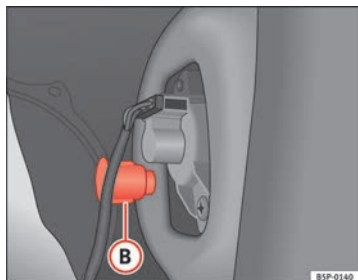

Fig. 197 Feu de position/feu stop
- Dévissez la pièce en plastique ⇒ fig. 197 **B** qui fixe le feu. Pour commencer à la dévisser, il peut être nécessaire d'insérer un tournevis dans cette pièce.